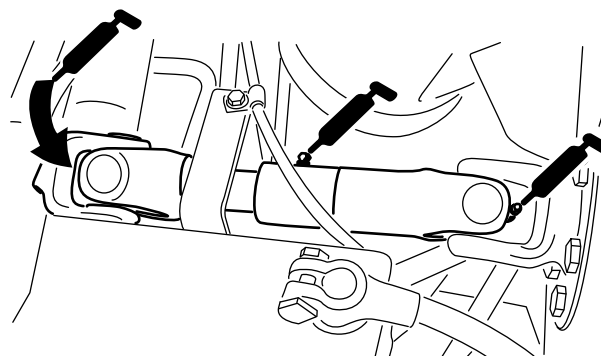

Figura 46
- Junta em U do veio propulsor da bomba (3) (Figura 46)